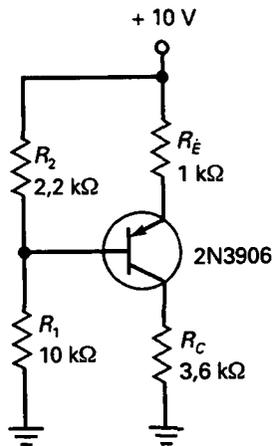

Figura 8-24
- 8-19. ¿Cuál es el valor aproximado de la tensión de colector en el circuito de la Figura 8-24 para cada uno de los fallos siguientes?
- 8-20. ¿Qué valor tiene la tensión de colector en la Figura 8-24?
- 8-21. ¿Qué valor tiene la tensión colector-emisor en la Figura 8-24?
- 8-22. ¿Qué valor tiene la corriente de saturación de colector en el circuito de la Figura 8-24? ¿Y la tensión de corte colector-emisor?